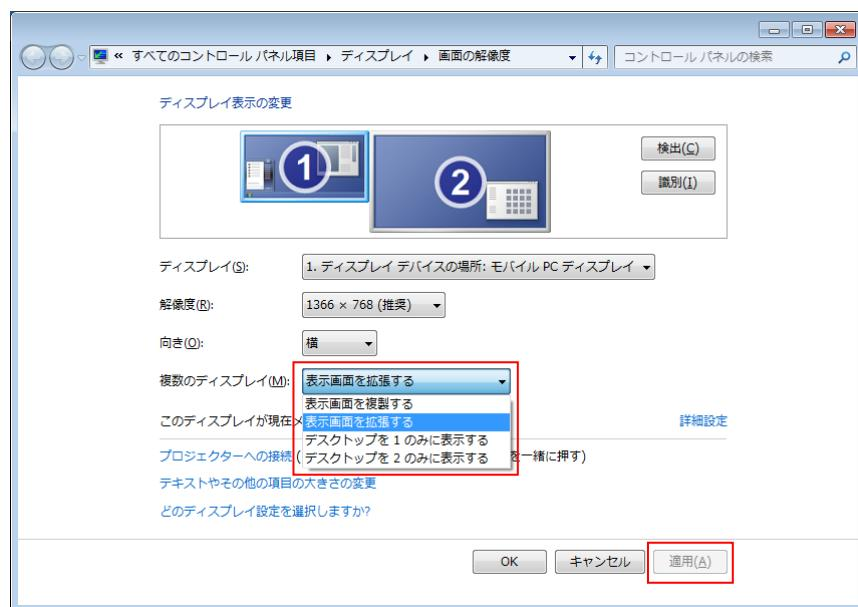

図2-6-2-1. 画面の解像度設定画面
- ⑪ 図2-6-2-2のようなメッセージが表示されるので、15秒以内に[変更を維持する]ボタンをクリックします。